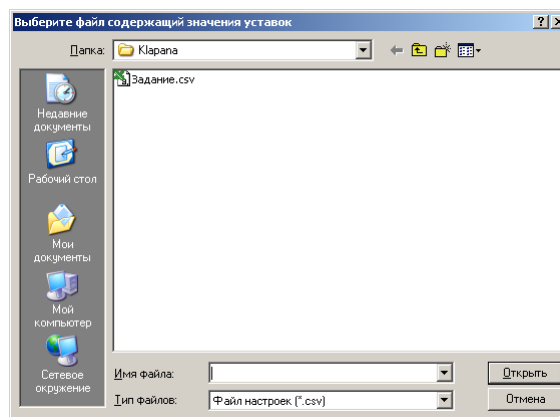

рис. 3
2.3. Кнопка «**Загрузить из файла значения параметров**». Данная кнопка предназначена для ввода ранее сохранённых данных из файла в таблицу. После нажатия этой кнопки отобразится стандартное диалоговое окно сохранения файла см. рис. 3